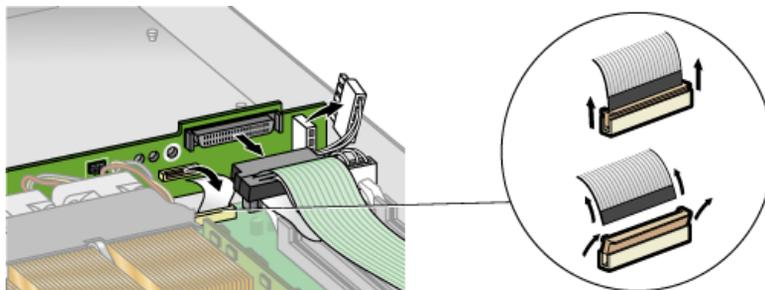

FIGURE 3-12 Déconnexion du backplane SCSI
- Déconnectez le petit câble d'alimentation plat à cinq broches et le câble ruban de signal à 68 broches du backplane SCSI (voir la FIGURE 3-12).